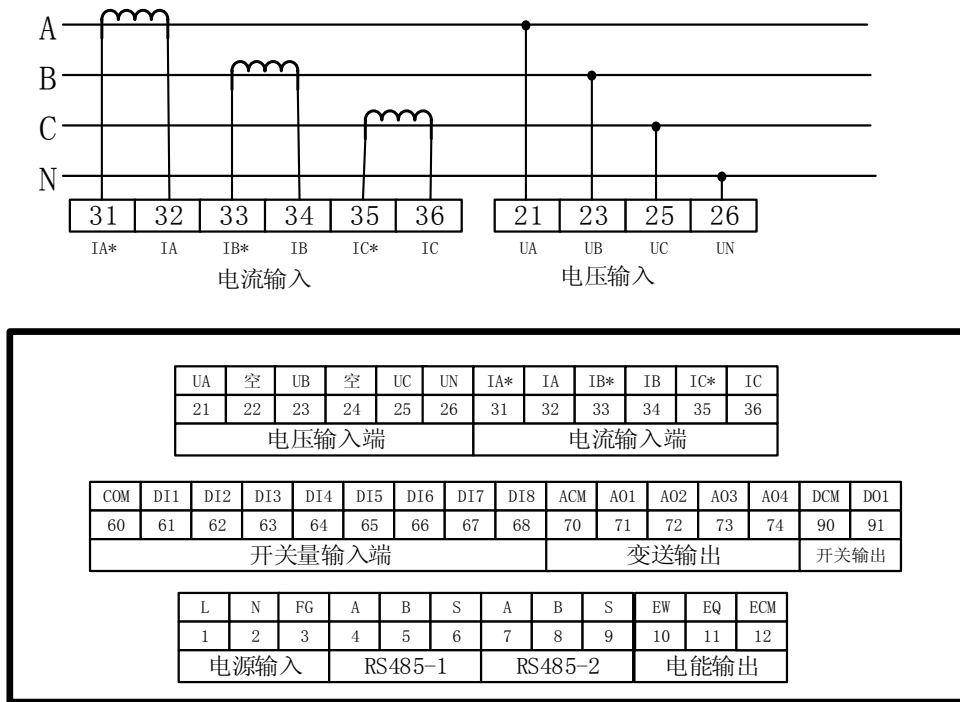
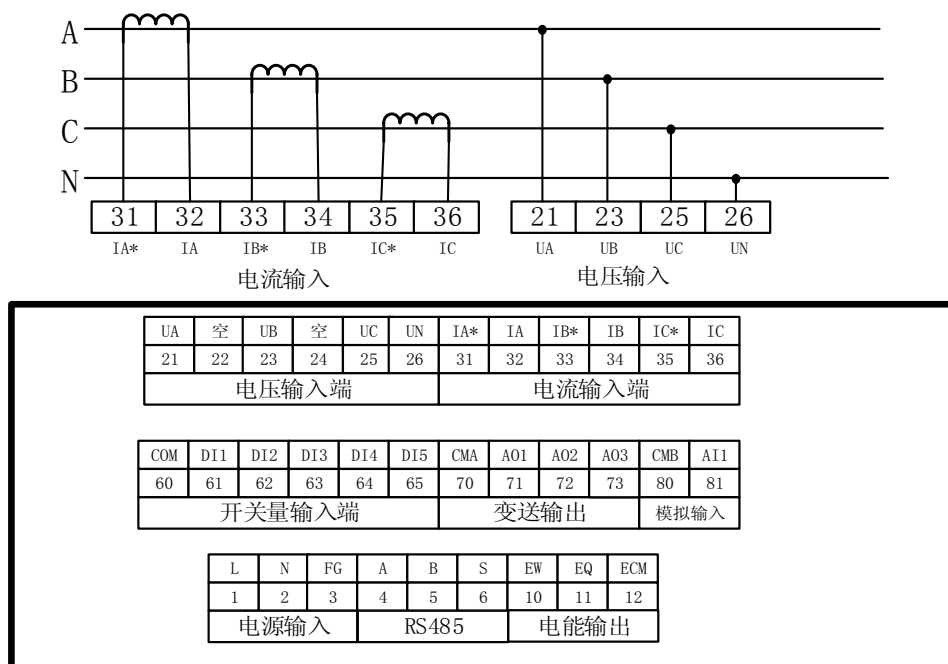

图3 96×96多功能电力仪表端子布置图1
图4 72×72多功能电力仪表端子布置图1
1) 基本电量测量+开关量输入+模拟量变送输出+电能脉冲输出+模拟量输入+湿度检测（见图3，图4）